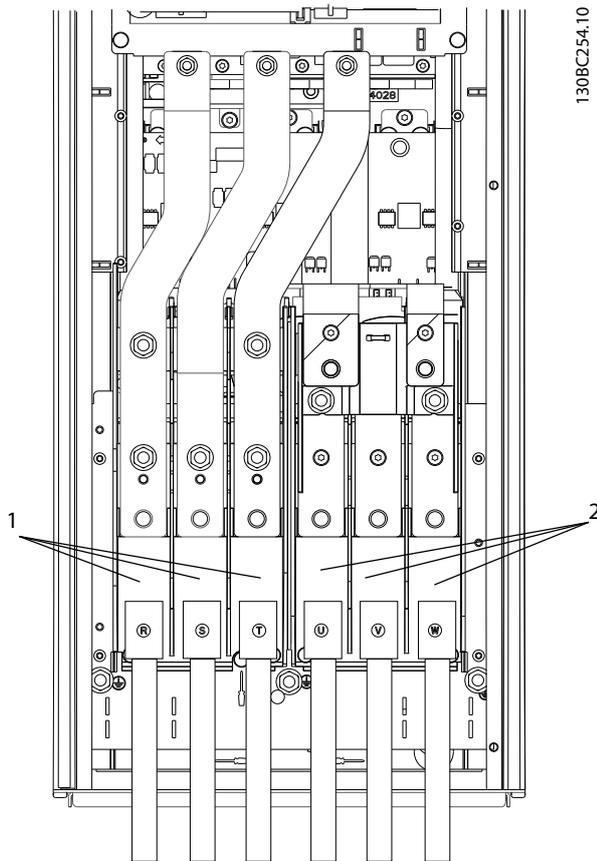

Abbildung 2.13 Netzanschluss
- Schließen Sie die 3 Phasen des Netzeingangs an die Klemmen L1, L2 und L3 an (siehe *Abbildung 2.13*).